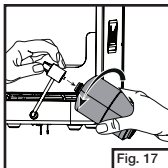

Fig. 17
- Détachez la bouteille de propane du détendeur puis rebouchez la bouteille de propane. (Fig. 17)